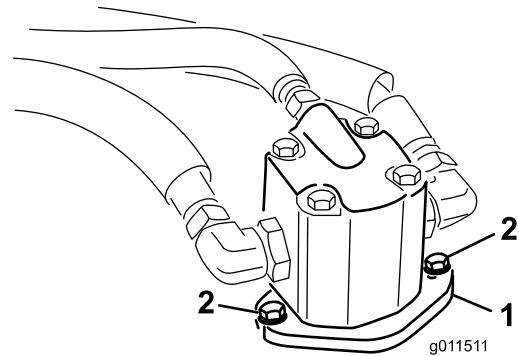

図 71
4. 油圧モータをCuttingユニットに固定しているボルトを外す 図 71。Cuttingユニットからモータを外し、Cuttingユニットの上に置く。